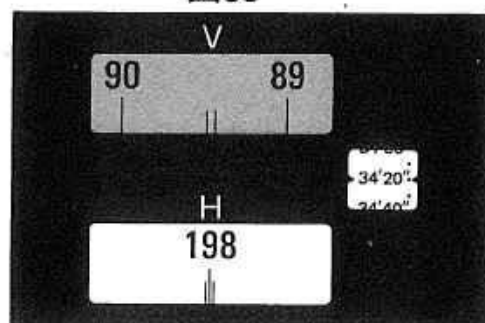

図59
- 5) 水平微動つまみ⑨で、固定指標の中央に目盛線を戻します。（図59）